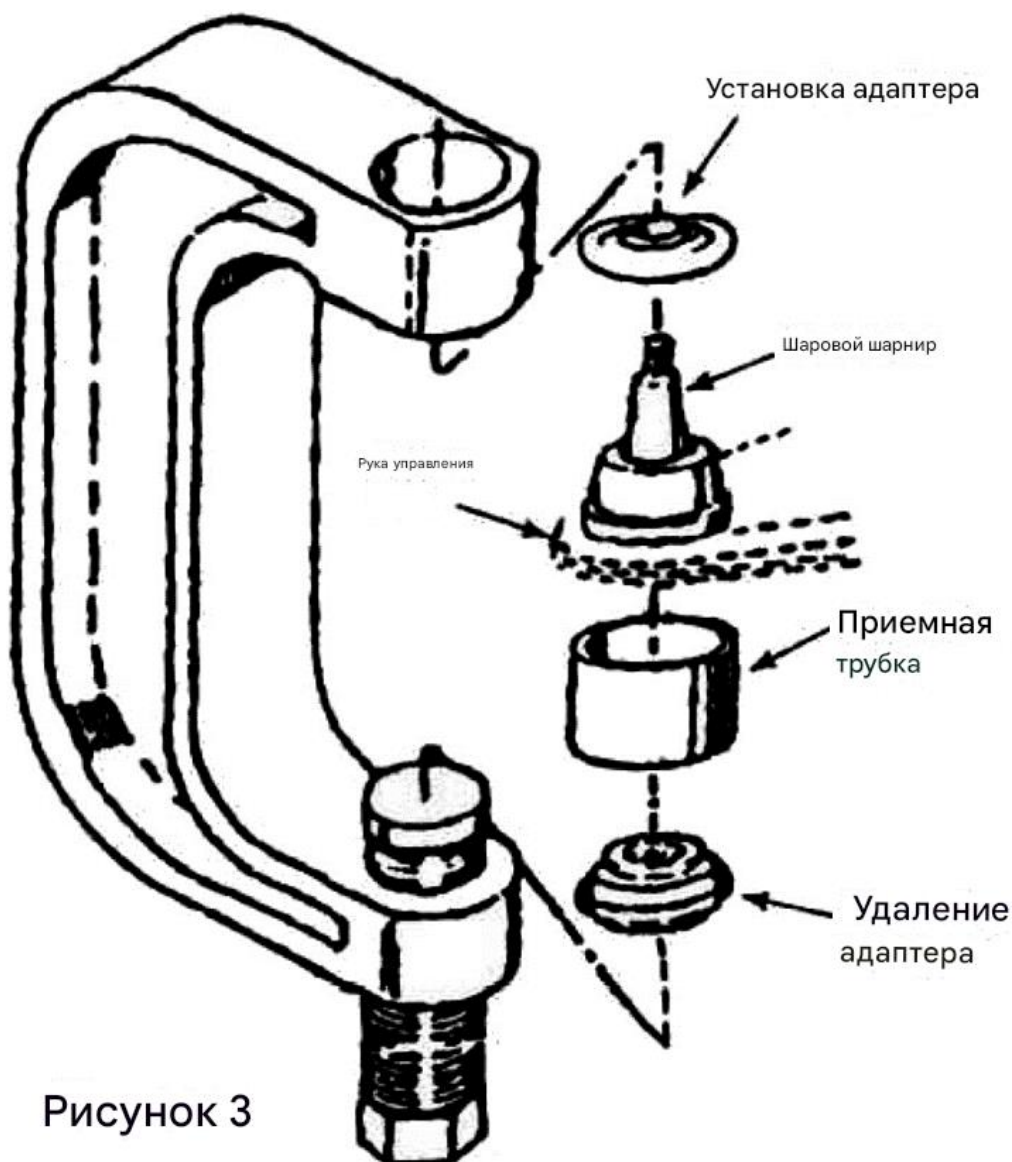

Рисунок 3
1. Установите пресс для шарниров на управляющем рычаге, как показано на рисунке 3. Выберите приемную трубку соответствующего размера (поз. 6, 7 или 8) и поместите ее под шарниром автомобиля (см. Рисунок 3).